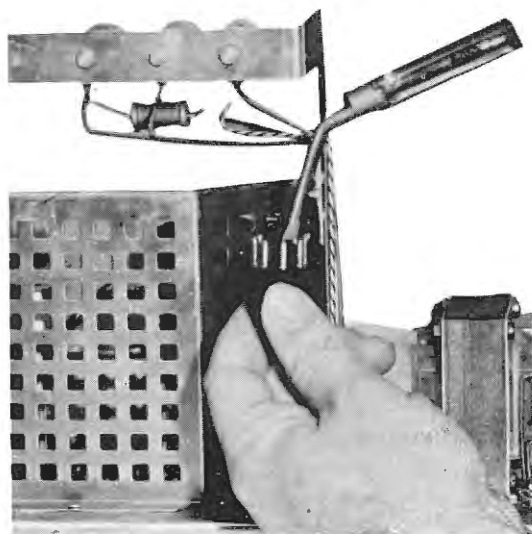

Figura 20
lo contrario no entrarían éstas en el zócalo (Z) reservado en la jaula de MAT del chasis. La figura 20, muestra la forma correcta del estañado de las patillas; como puede observar éstas se mantienen verticales para que el estaño se deslice, por efecto del calor, en el interior de ellas.